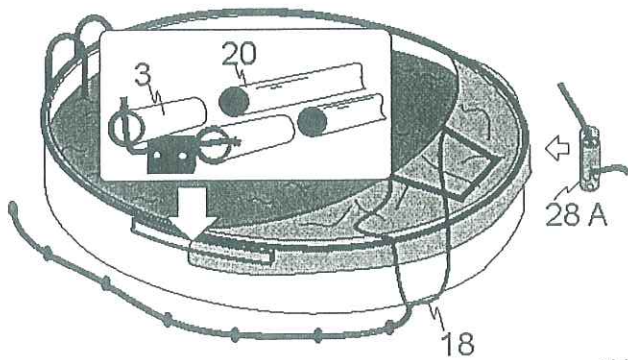

Abb. 7.1
### Aufziehen (Abb. 7.1 bis 7.4)
- Den Cabrio Dome an den Rand gegenüber der Einstiegsleiter legen und darauf achten, dass sich die Seite mit der Tür und dem Zugseil (18) oben befindet (Abb. 7.1).
- An beiden Seiten die Bögen (20) in die Einsteckhülsen (3) stecken. Den untenliegenden Bogen in die rechte Einsteckhülse und den oberliegenden Bogen in die linke Einsteckhülse einstecken, sofern sich die Einstiegsleiter an der linken Seite befindet. Sollte sich die Leiter auf der rechten Seite befinden, genau umgekehrt anwenden.